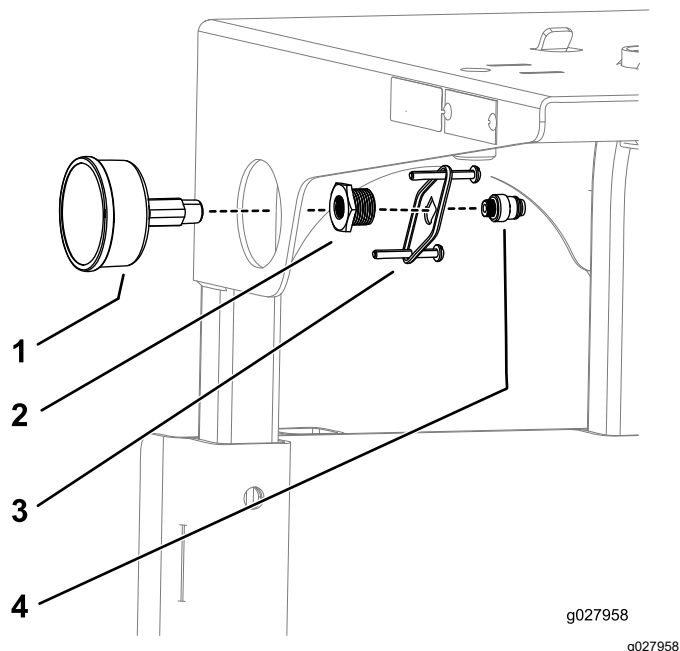

Figura 15
7. Applicate il nastro in PTFE alle filettature dell'indicatore di pressione e installate il gruppo indicatore di pressione come illustrato in Figura 15.